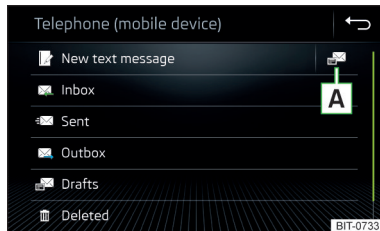

Abb. 175
▶ Im Hauptmenü *Telefon* die Funktionsfläche  antippen, es wird das Hauptmenü für Textmitteilungen angezeigt » Abb. 175.
- » **Abb. 175 auf Seite 150.**